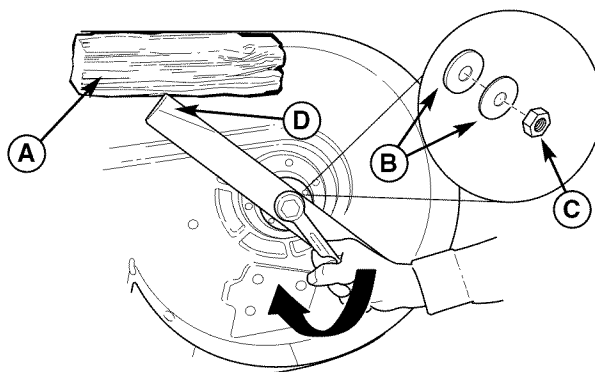

Figura 24. Instalación del Asa
3. Quite el tornillo de cabeza hexagonal (C, Figura 24), arandelas de resorte (B) y asa.
7. Reinstale el asa con las aletas de izado (D, Figura 24) apuntando arriba hacia la cubierta de la podadora como se muestra.
8. Vuelva a instalar las arandelas de resorte (B, Figura 24) y la tuerca (C). Use un bloque de madera (A) para evitar la rotación de la cuchilla mientras aprieta la tuerca (C) de 108 a 122 Nm (80 a 90 lb-pie).